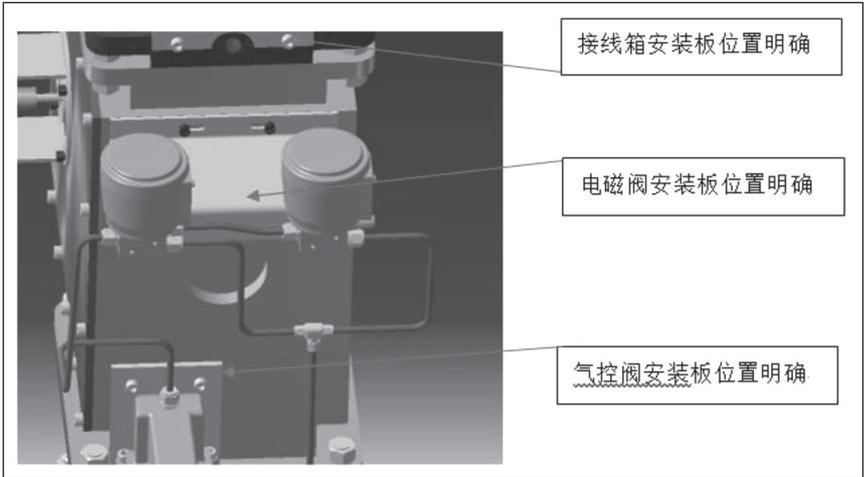
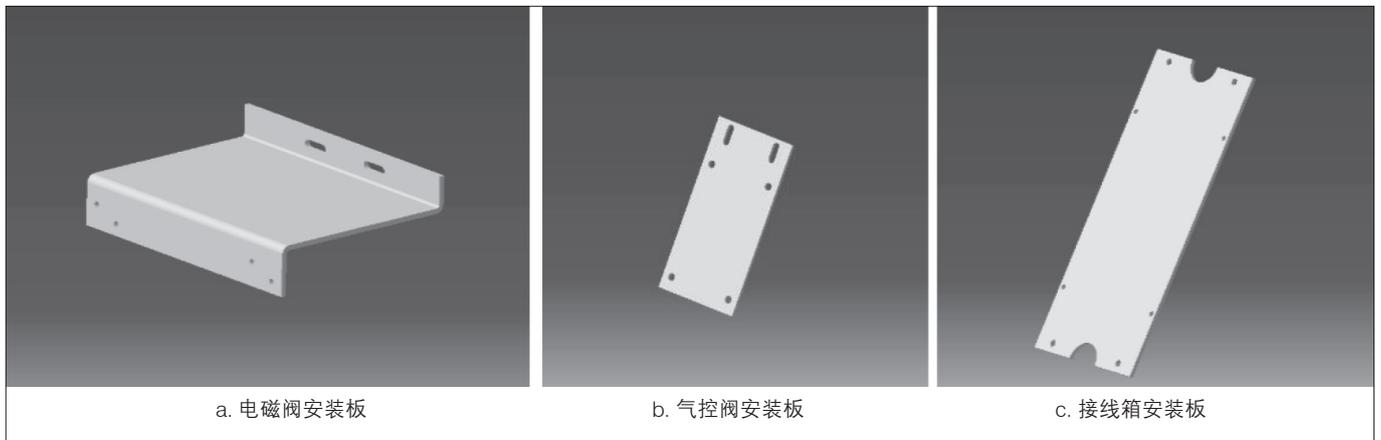

图 2 安装位置确定
图 1 元器件安装板安装孔
- (1) 在元器件安装板增加相应的安装孔,确定元器件的安装位置,并借助 CATIA 绘图软件更加直观的表达,如图 1 和图 2 所示(以气动蝶阀执行机构配管为例)。
- (2) 通过 CATIA 三维绘图软件,一方面可以确定执行机构元器件安装板的安装位置,另一方面通过 CATIA 绘图软件可以设置管线直径,计算出精确的管线长度。因为是三